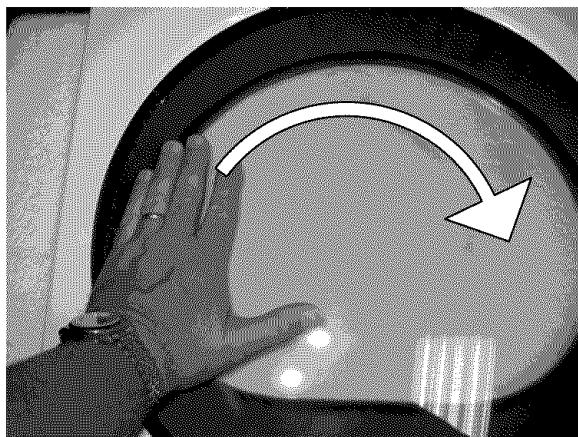

Figura 11
11. Gire nuevamente el vidrio 180 grados, de manera que los agujeros queden alineados con los del anillo. (Figura 11)
12. Quite cuatro (4) tornillos del lado de la Puerta, donde estaba instalada la bisagra.
13. Instale cuatro (4) tornillos para sujetar la bisagra en su nueva ubicacion, asegurando que la bisagra tenga la orientacion correcta.
14. Instale cuatro (4) tapones en los agujeros donde estaba sujetada la bisagra.